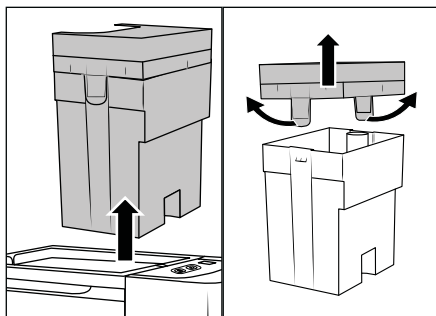

Fig. 7
◆ Saisissez le réservoir d'eau sale **7** au niveau de la poignée du couvercle **3** et sortez-le de l'appareil en tirant vers le haut (voir fig. 7).
- ◆ Tirez légèrement les deux languettes de retenue vers l'extérieur et retirez le couvercle **3** (voir fig. 7).